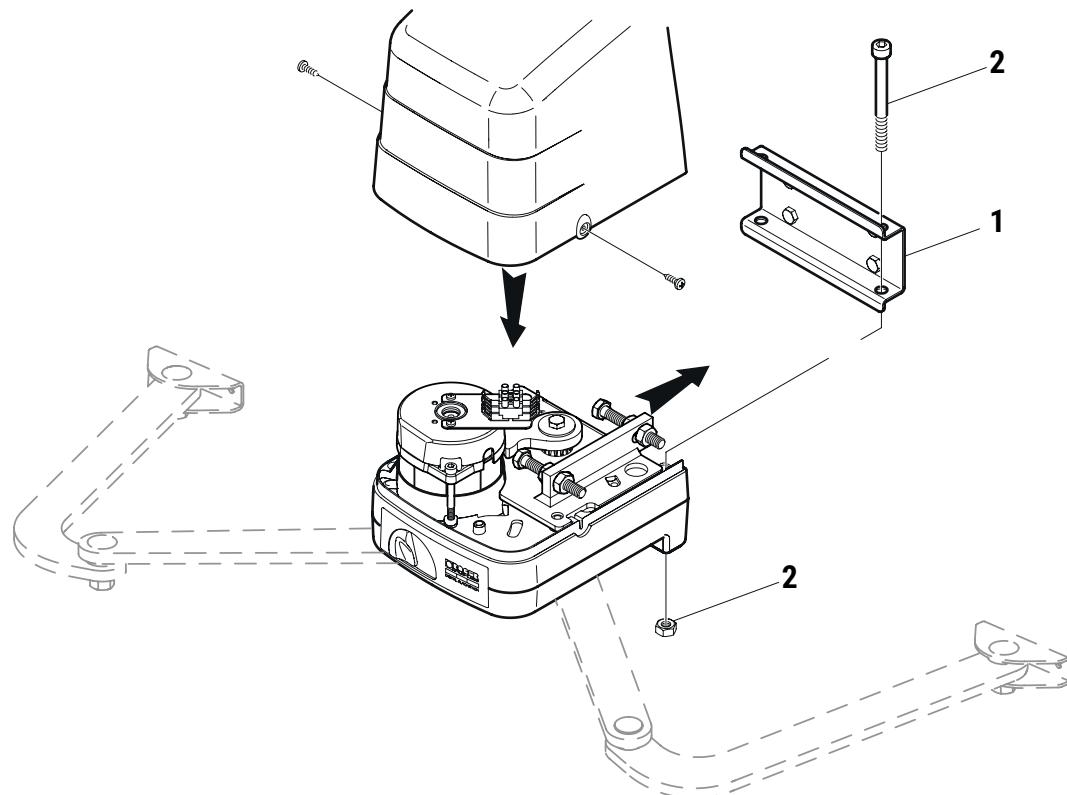

Fig. 1
- Le moteur à bras articulés série BH23 peut être installé indifféremment à droite ou à gauche, en l'orientant comme indiqué en fig. 1.
- Fixer le moteur BH23 à l'étrier arrière KT209 avec les vis fournies comme indiqué en fig. 1.
- El motor con brazos articulados de la serie BH23 puede instalarse indistintamente a la derecha o a la izquierda, orientándolo como se muestra en la fig. 1.
- Fije el motor BH23 al soporte trasero KT209 con los tornillos suministrados, como se muestra en la fig. 1.
- O motor com braços articulados série BH23 pode ser instalado tanto à direita ou à esquerda, orientando-o conforme mostrado na fig. 1.
- Fixe o motor BH23 ao suporte traseiro KT209 com os parafusos fornecidos conforme indicado na fig. 1.